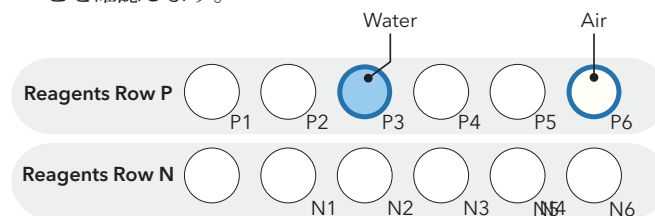

図 17. cIEF Cartridge Post-run cleanup用試薬バイアルの配置
10. 試薬バイアルが図 17のように配置されていることを確認します。バイアルP3に少なくとも 1.5 mL の水が入っていることを確認します。